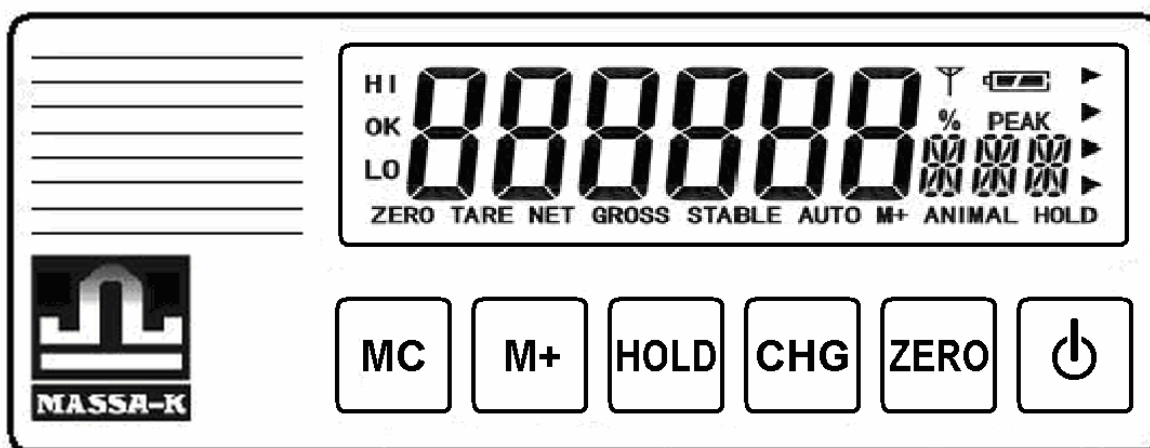

Рис. 5.1 - Лицевая панель ПДУ
5.1 Элементы управления (см. Рис. 5.1, Табл. 5.1 и Табл. 5.2).
Примечание - Значения индикации ПДУ, представленные на Рис. 5.1, но не приведенные в Табл. 5.2 и в данной модели весов, не используются.